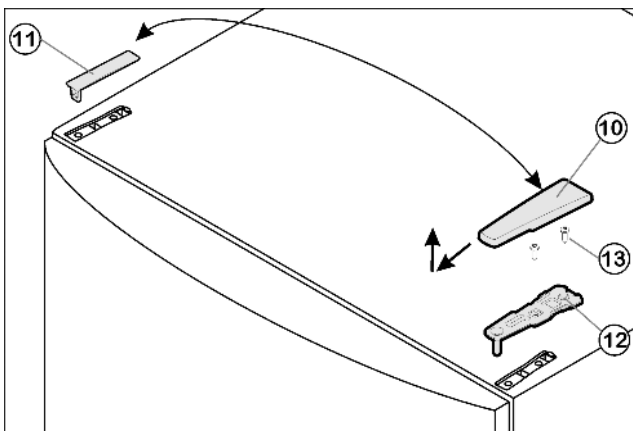

Fig. 4
- Потяните крышку Fig. 4 (10) вперед и вверх.
- Снимите крышку Fig. 4 (11).
- Открутите верхний опорный кронштейн Fig. 4 (12) (2 шт. Torx® 25) Fig. 4 (13) и вытяните вверх.
- ▶ Установите верхний опорный кронштейн Fig. 4 (12) на новой стороне шарнира и защелкните в дверце.
- ▶ Прикрутите верхний опорный кронштейн Fig. 4 (12) (**с моментом 4 Нм**) (2 шт. Torx® 25) Fig. 4 (13). При необходимости сделайте отверстия или используйте аккумуляторную отвертку.
- ▶ Защелкните крышку Fig. 4 (10) и крышку Fig. 4 (11) на противоположной стороне.